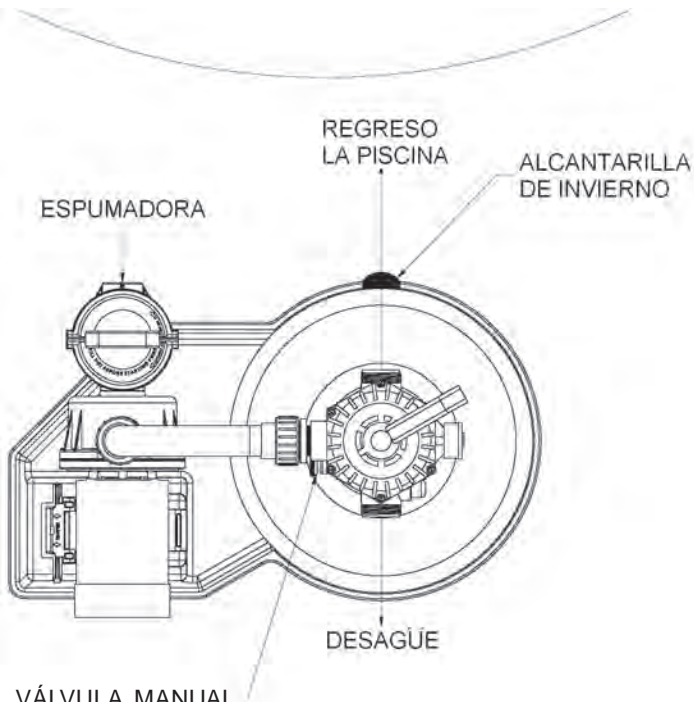

Figura 1. VÁLVULA MANUAL
2. Proveer espacio y luz para el mantenimiento de rutina. Coloque el sistema cerca la piscina. Refierase a la Figura 1 para una tipica instalacion. **Nota: Instalar controles electricos (e.g., interruptor electrico de prendido/apagado (on/off switch), cuentaminutos (timers), sistema de control, etc.) por lo menos cinco (5) pies del filtro. Esto le dejara tener espacio suficiente desde el filtro durante el inicio del sistema.**
6. Asegúrese que la parte de arriba del filtro este libre de arena o restos de arena y escombros y el o-anillo de válvula este en su lugar en el cuerpo de la válvula. Instale la válvula para que la posición de las aperturas estén en finalmente la posición deseada. Refierase a la Figura 1 (vea la página 4).